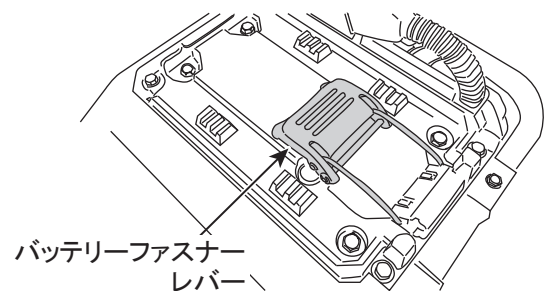

図 11
- バッテリーファスナーレバーを格納してください。(図11)